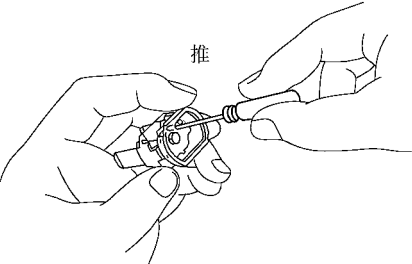

图 18-52 将探针插入断路器的复位孔内并向里推压
1) 将探针插入断路器的复位孔内并向里推压，如图 18-52 所示。